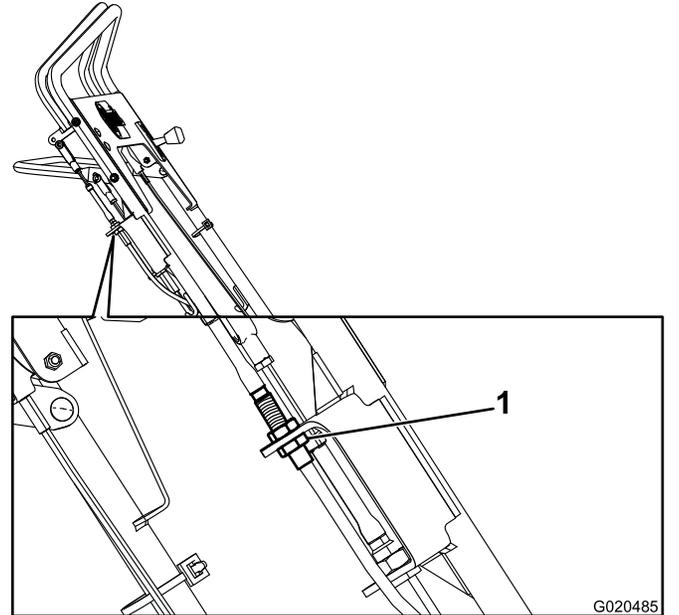

Figura 37
- Afloje y retire del soporte el mecanismo de ajuste del acoplamiento (Figura 37).
- Mueva la tuerca inferior hasta el extremo de la rosca (Figura 37).